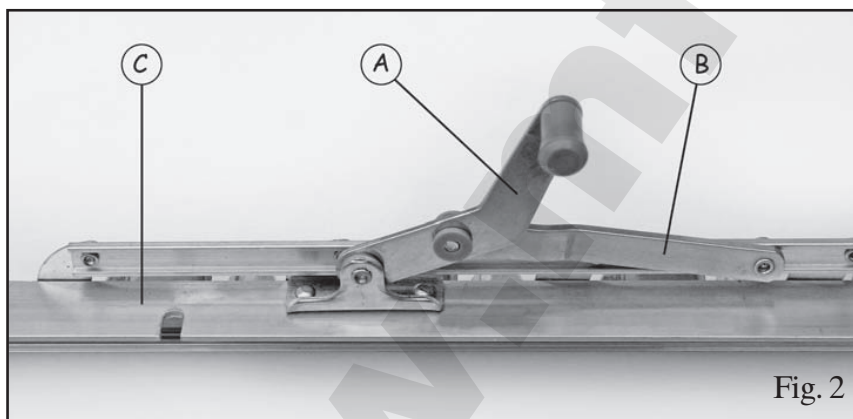

Fig. 2
2. Проще установить открывающий механизм, если демонтировать компоненты жалюзийного окна (С) и его ручку (А), см. рис. 2.